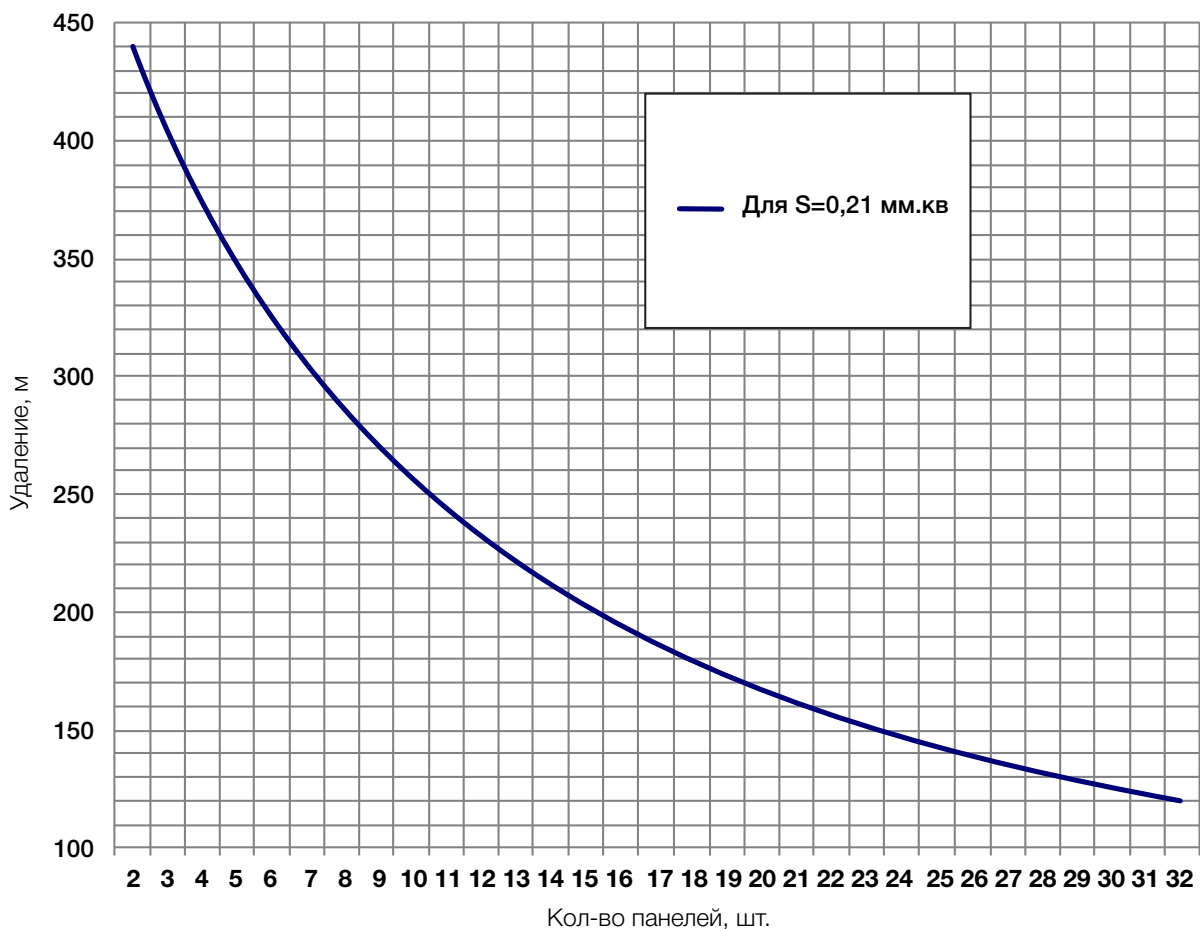

Рисунок 4 — Зависимость количества абонентских панелей от удаления для сечения жилы провода $S=0,21 \text{ мм}^2$
2.3.5 На графике, рис. 4 представлена зависимость количества абонентских панелей от расстояния.